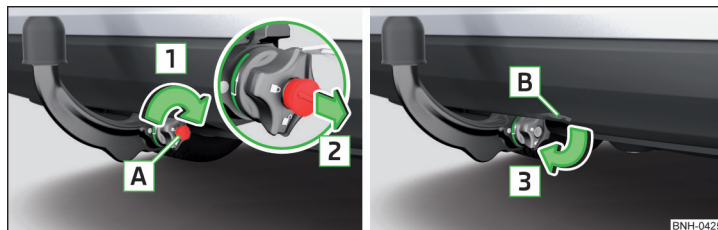

Abb. 140 Schloss verriegeln und Schlüssel abziehen / Kappe auf das Schloss stecken
- Den Schlüssel **A** in Pfeilrichtung **1** drehen, sodass der Pfeil am Schlüssel zum Symbol **B** » Abb. 140 zeigt.